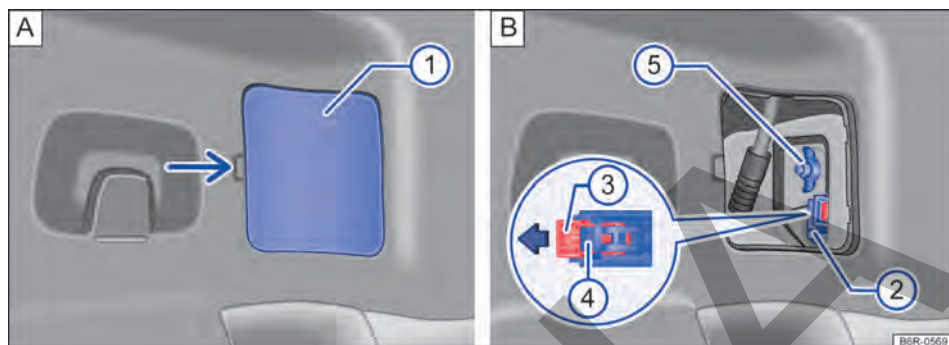

Fig. 106 Lateralmente en el maletero: A: desinstalar la cubierta, B: retirar la linterna trasera.
3. Retirar con cuidado la cubierta ① → fig. 106 A.
4. Retirar el conector de alimentación, primero tirar de la traba roja ③ en el conector ② en el sentido de la flecha → fig. 106 B. Para ayudar, utilizar un destornillador.
5. Presionar el bloqueo ④ y retirar el conector ② → fig. 106 B.
6. Soltar el tornillo mariposa ⑤ → fig. 106 B y retirarlo, sosteniendo al mismo tiempo, la linterna trasera.
7. Tirar cuidadosamente de la linterna trasera hacia afuera, para desencajarla de la carrocería → ①.
17. Sostener la linterna trasera en la posición de montaje con una de las manos y atornillar con la otra el tornillo mariposa ⑤ → **fig. 106 B**.
19. Colocar el conector ② en el soporte de las lámparas y presionar el bloqueo ③ en la dirección contraria a la flecha en el conector → **fig. 106 B**.